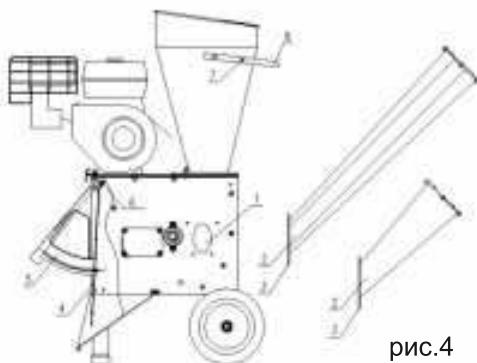

рис.4
**3.5** Установите прокладку и болт в отверстие (7) и крепко затяните его гайкой через шайбу. После этого крепко затяните болт в отверстии (6).
**4.** Установка раstra для подачи веток, см.рис.4.
**5. Установка решетки в отверстие выброса (см.рис.4)**
**6. Установка верхней рамы (см.рис.4)**